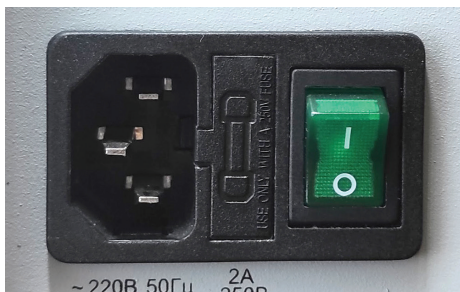

Рисунок 18 – Вид после замены предохранителя
3.2.9. Предохранитель заменен (рисунок 18).